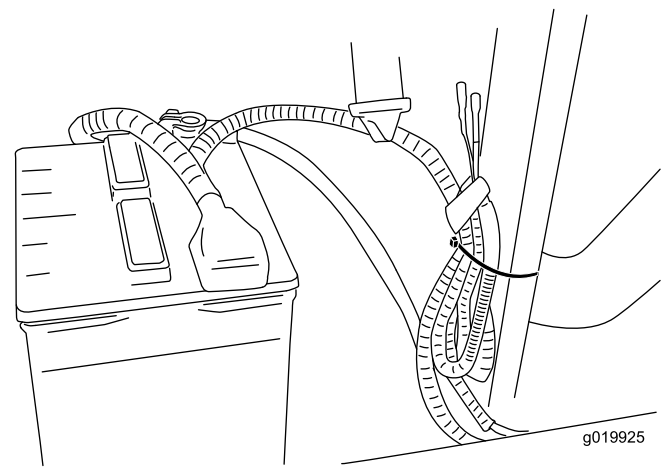

Figura 18
- 2. Conecte el arnés de cables al borne positivo de la batería y fíjela a la máquina con una brida (Figura 18).